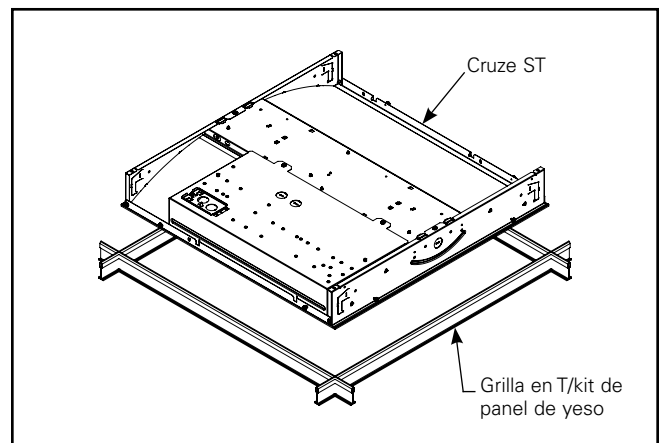

Figura 1.
2. Coloque el accesorio en la grilla en T. Asegúrese de que los bordes de la lente frontal estén cubiertos por las grillas en T (Figura 1).
2. Coloque el accesorio en el kit de paneles de yeso. Asegúrese de que los bordes de la lente frontal estén cubiertos por el kit de paneles de yeso (Figura 1).